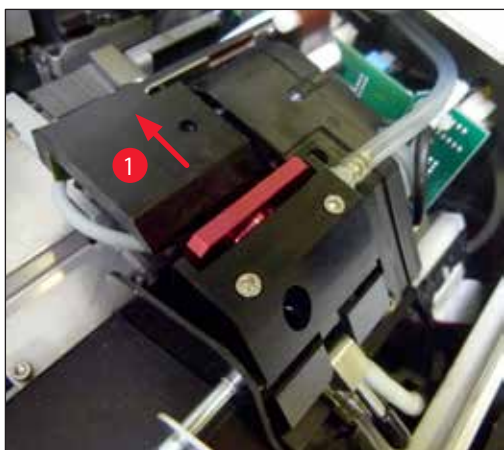

图 54
2. 打印头(→"图 54-1") 向上移动到距离密封缘(→"图 54") 大约 1cm 的位置。